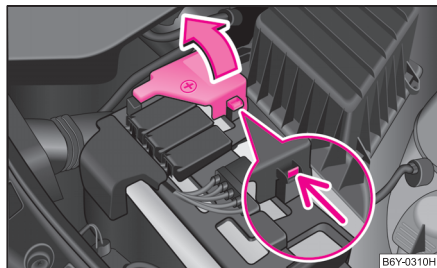

Fig. 151 Bateria: Rabatarea capacului
- Desfaceți elementele de fixare de pe partea polului plus al bateriei ⇒ fig. 151.